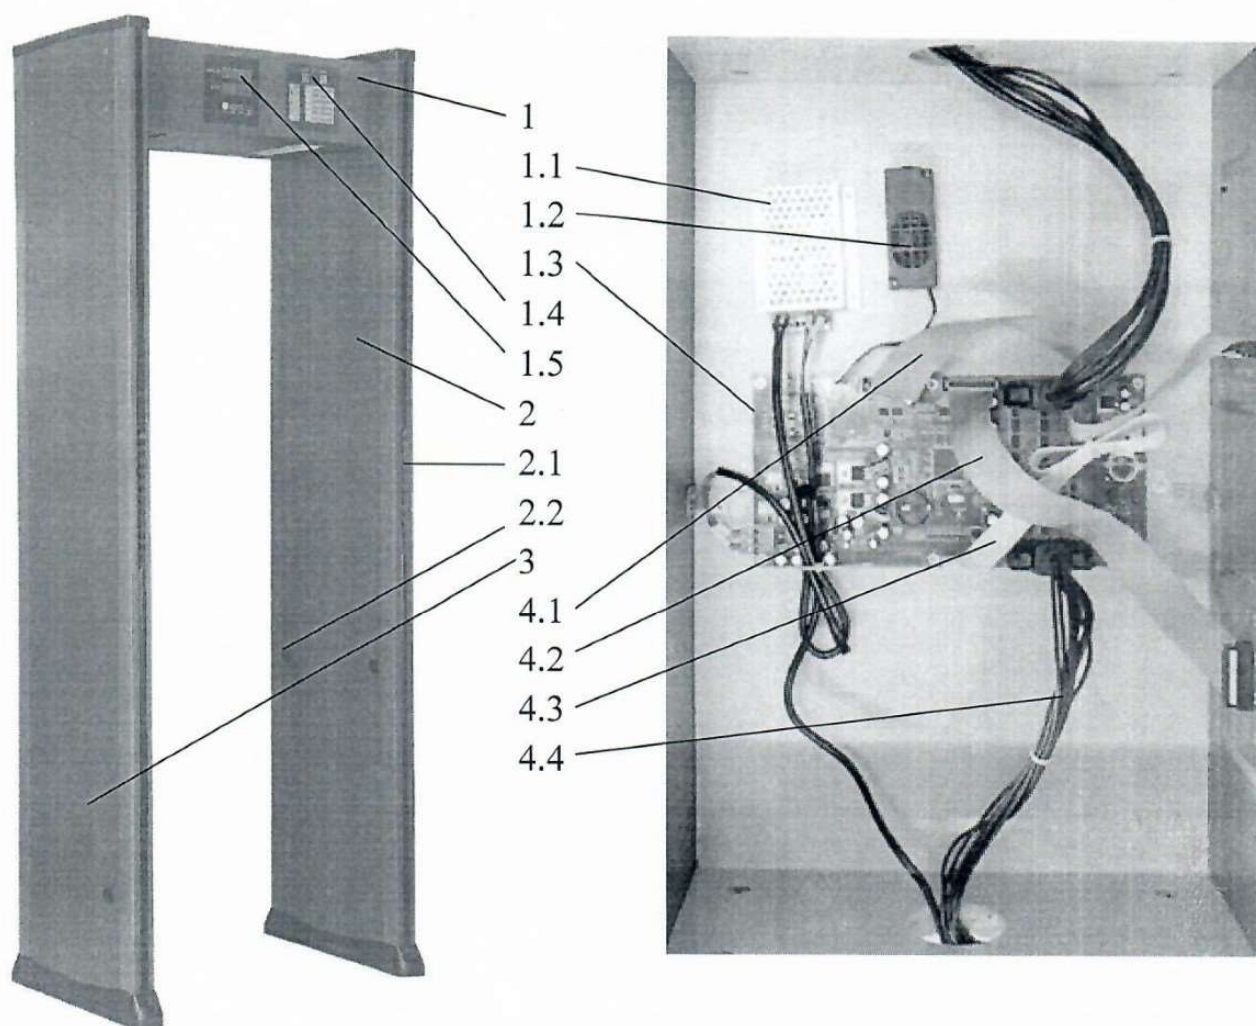

Рис.1 Состав изделия
- а) блок управления и сигнализации (поз.1 рис.1), включающий в свой состав: